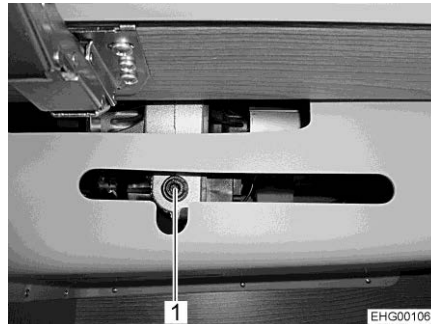

Bild 80 Zugang zum Antrieb
- Wenn die Aufnahme (Bild 80,1) für den Antrieb in den Hängeschrank eingebaut ist: Hängeschrank öffnen.
- Beiliegende Kurbel oder Innensechskantschlüssel in die Aufnahme am Motor (Bild 80,1) stecken.